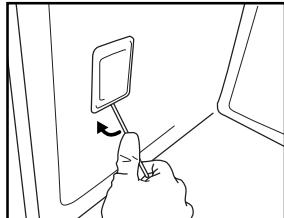

Bild 7
3. Använd en skravmejsel för att bända lampskyddet utåt tills du kan ta loss det (Bild 7).